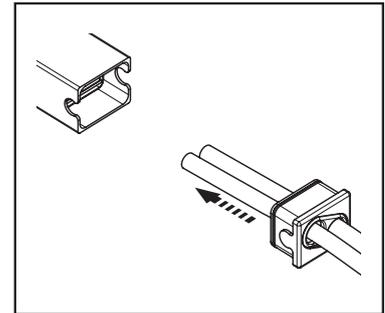

Abb.3 Dichtungskappe und Kabel
3. Führen Sie die beiden Kabel durch die vorgesehenen Löcher in der Verschlusskappe (Abb. 3).